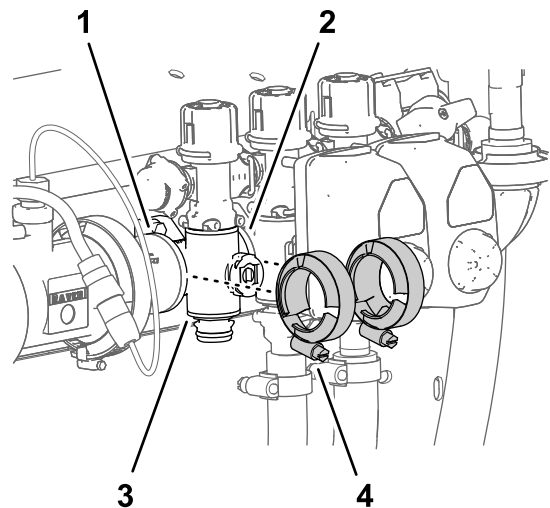

Bild 134
4. Befestigen Sie die Flanschklappen, die Sie in Entfernen des Abschnittverteilterventils \(Seite 91\) entfernt haben, lose an den Flanschen des Abschnittventilverteilers und an den Flanschen der anderen Abschnittventile und/oder am Kupplungsadapter (Bild 134).
7. Ziehen Sie die zwei Flanschklappen mit der Hand an (Bild 134).